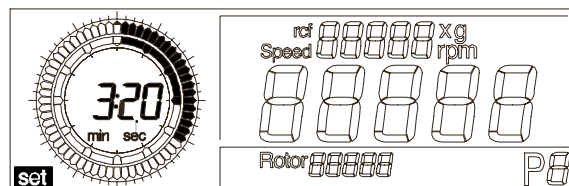

Abb. 5.9: Zeiteinstellung
- Drehen Sie den linken Drehknopf, bis im Anzeigenfeld "set" links unten im Display erscheint (siehe Abb. 5.9).
Im Beispiel (Abb. 5.9) ist die Zeit 3:20 min eingestellt.